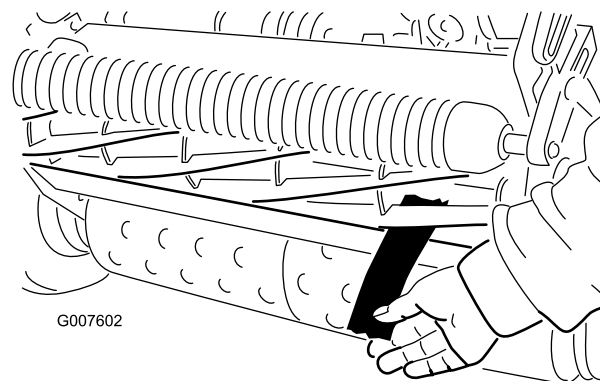

Figura 50
4. Inserite una lunga striscia di carta di giornale tra il cilindro e la controlama (Figura 50) da un'estremità della parte anteriore del cilindro. Girate lentamente
6. Al termine della messa a punto, controllate se il cilindro è in grado di pizzicare la carta inserita dalla parte anteriore, e se la taglia quando viene inserita ad angolo retto rispetto alla controlama (Figura 50). Dovreste riuscire a tagliare la carta con un contatto minimo tra la controlama e le lame del cilindro. In caso di resistenza del cilindro eccessiva (superiore a 0,79 Nm) dovreste lappare o affilare l'apparato di taglio, al fine di disporre dei bordi affilati necessari per un taglio di precisione; vedere il manuale *Toro per l'affilatura del cilindro*.